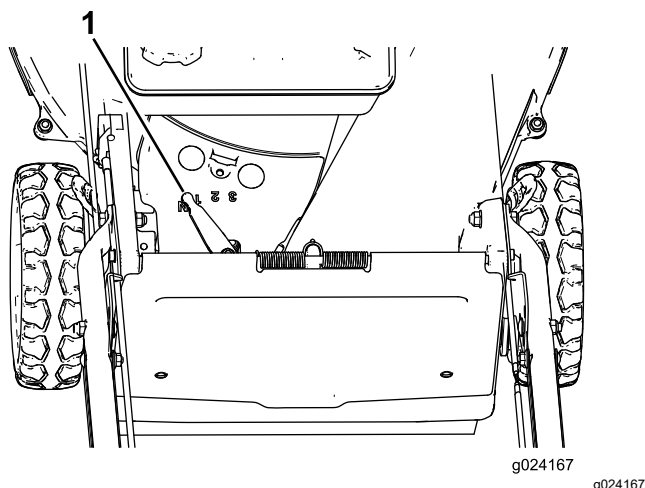

Figure 14
La machine dispose de 3 vitesses de déplacement : 1 (petite vitesse), 2 (vitesse moyenne) ou 3 (haute vitesse); elle comporte aussi une position point mort (N). Le levier de commande d'autopropulsion est situé sous et derrière le réservoir de carburant (Figure 14).